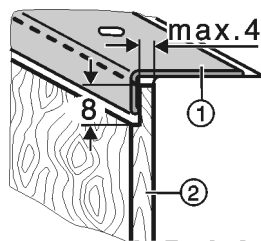

Fig. 41
- Dickere Dekorplatten Fig. 41 (2) nach Abbildung auf maximal 4 mm Dicke abstimmen.